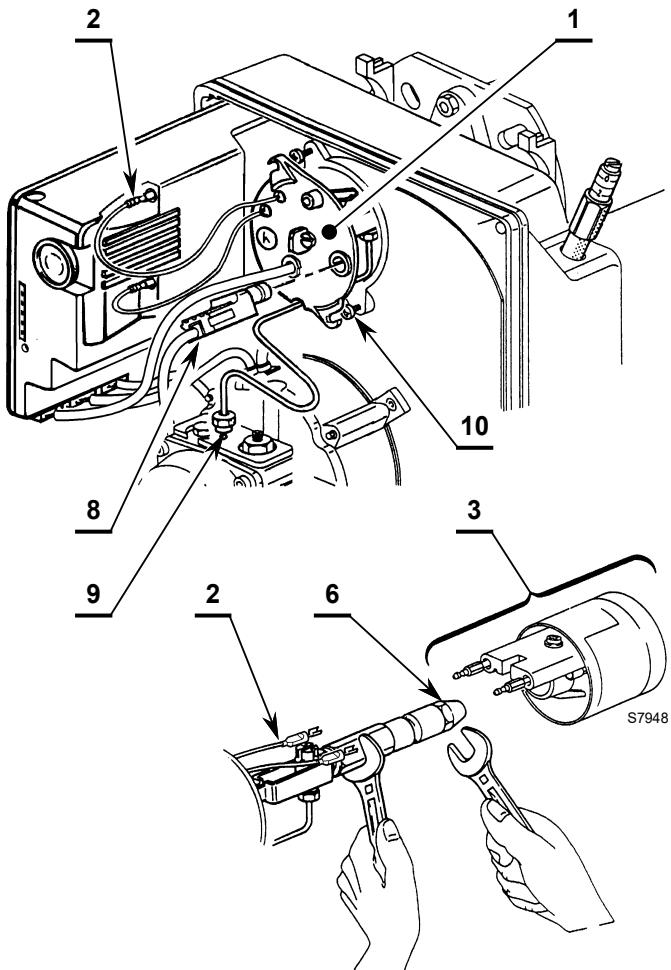

Fig. 13
Mode 1 (Fig. 13):
- Débrancher les fils 2)(Fig. 13) de la boîte de contrôle, le capteur de flamme 8) et dévisser l'érou 9) de la pompe.
- Retirer les fils 2) des électrodes, desserrer la vis 4)(Fig. 13) et déposer le groupe accroche-flamme 3) de la ligne porte-gicleur 1).
Mode 2 (Fig. 13):